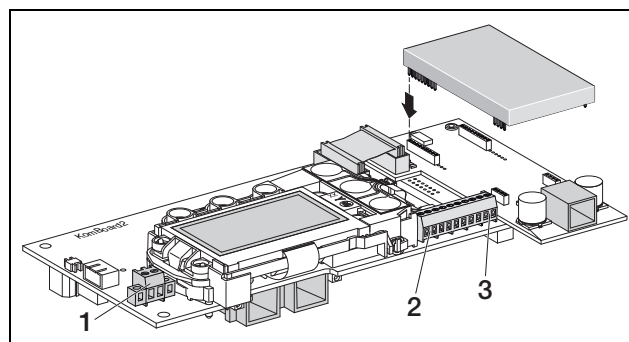

Figura 44: Conexiones
- Conecte los cables al borne correspondiente (figura 44, posición 1).